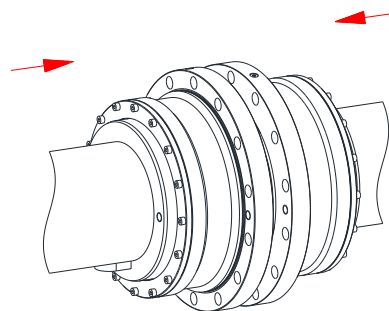

Bild 37
- Nu skjuter man på hylsorna med lock (komponent 2 och 10) över navens tandning (komponent 1) (se bild 37).